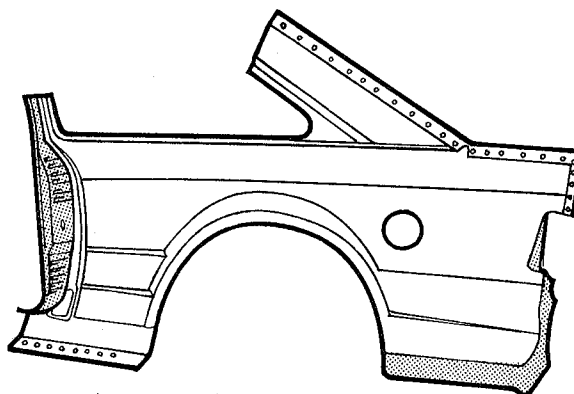

fig. 127
6. Puncionar e furar o novo painel lateral na extremidade inferior dianteira, na parte dianteira da caixa da roda e na união com a canaleta de dreno, para posterior soldagem do mesmo no painel interno e na canaleta de dreno (fig. 127)